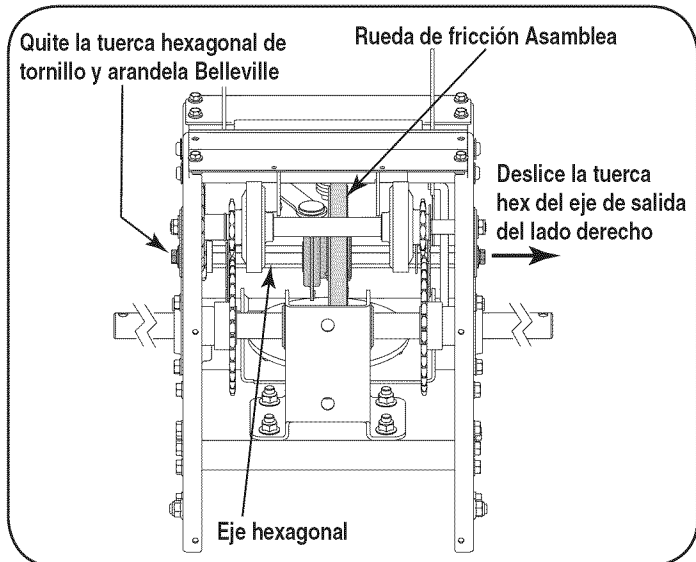

Figura 37
4. El uso de un 3 / 4 "Llave, mantenga el eje hexagonal y extraiga el tornillo hexagonal y arandela Belleville y teniendo de lado izquierdo del marco. Consulte la Figura 37.